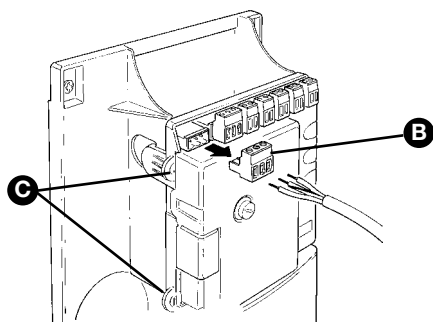

Abbildung 50
- Um die Arbeiten zu vereinfachen, können die Klemmen [B] wie auf Abbildung 50 entfernt werden; die Anschlüsse ausführen, dann die Klemmen wieder anbringen.